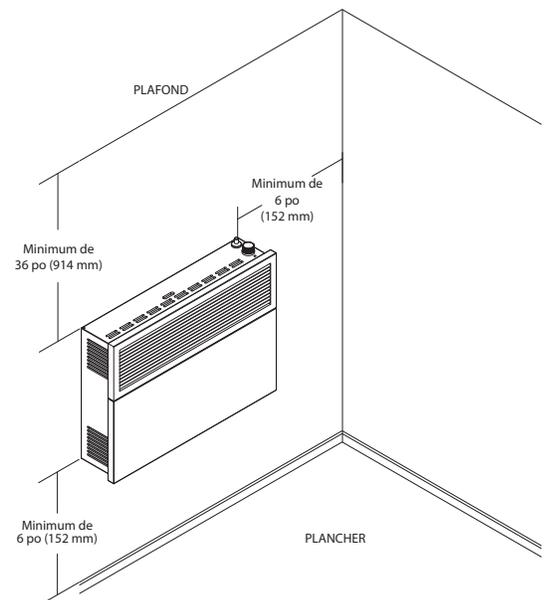

Figure 4
1. Dessinez la position du trou pour le tuyau d'admission d'air-évent en tenant compte des jeux minimaux mentionnés à la figure 4. Voir les dimensions du trou carré «D» et la hauteur au centre «C» du tableau 1 et à la figure 5 pour le différents modèles. La hauteur «C» est le minimum recommandé.